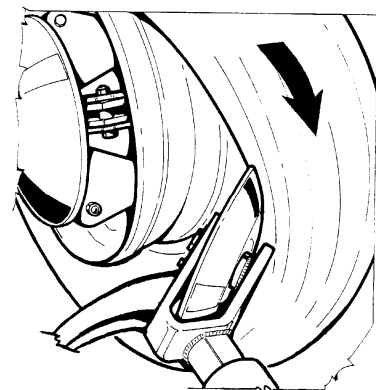

Abb.40
6. Den Abdrückvorgang auf der Innenseite wiederholen, wobei darauf zu achten ist, daß das Ventil nicht beschädigt wird (Abb.40).